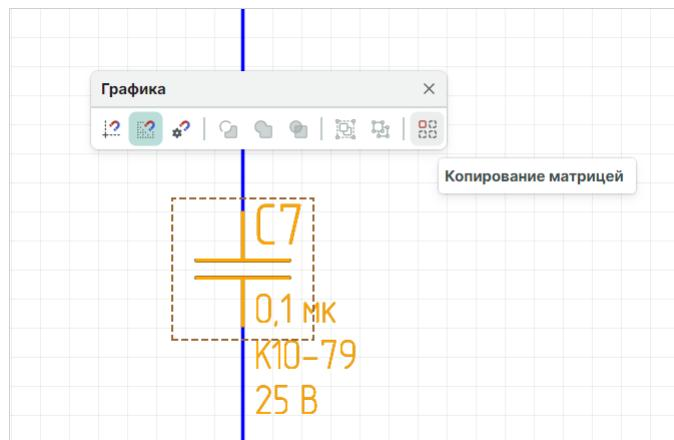

Рис. 209 Копирование объекта матрицей
2. Выберите инструмент «Копирование матрицей» на панели инструментов «Графика», см. Рис. 209.